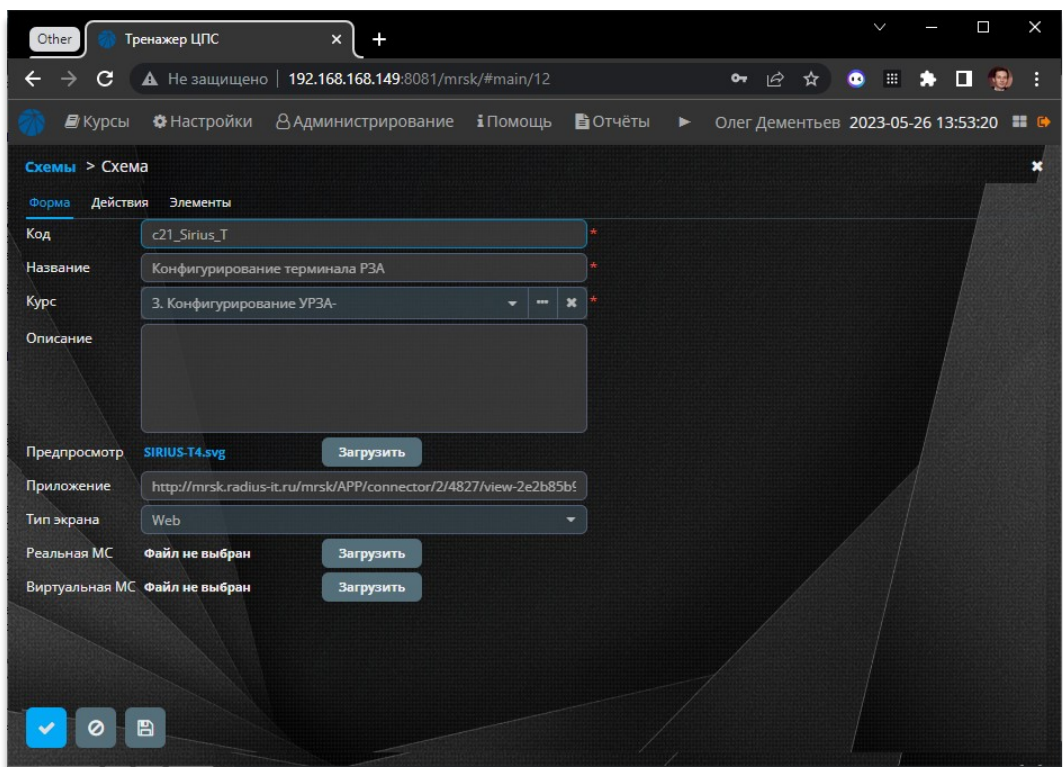

Рисунок 94 – Экранная форма «Добавление программы обучения»
- Рисунок 94 – Экранная форма «Добавление программы обучения»;